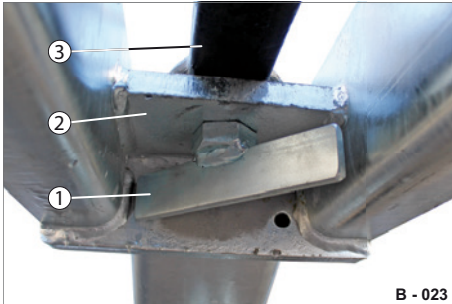
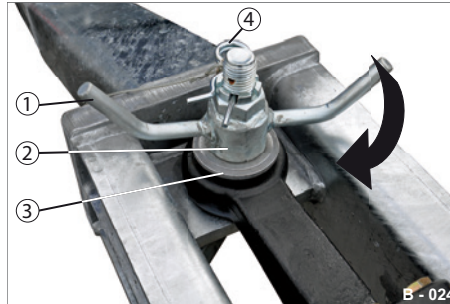

Abb. 22 Zugöse D40 oben angeschlagen
Abb. 23 Zugöse D40 oben sichern
- ▶ Stecken Sie die Befestigungsschraube (Abb. 22/1) von unten durch die Halterung (Abb. 22/2) und die Zugöse (Abb. 22/3).
- ▶ Stecken Sie die Scheibenauflage (Abb. 23/3), den Abstandshalter (Abb. 23/2) von oben auf die Befestigungsschraube an die Zugöse (Abb. 22/3).
- ▶ Schrauben Sie die Flügelmutter (Abb. 23/1) auf die Befestigungsschraube auf.
- ▶ Stecken Sie (falls vorhanden) den Federstecker Abb. 23/4 durch die Bohrung der Befestigungsschraube und durch die Kronenmutter der Flügelnschraube (Abb. 23).